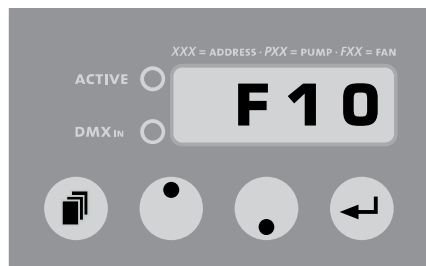

Abb. 2: Display-Anzeige bei Einstellen des Lüfter (Fan)-Wertes
- c) Betätigen Sie nun erneut die Mode-Taste [14], bis auf dem Display [17] ein F (Fan) und zwei Zahlen erscheinen (siehe Abb. 2).
- a) Drücken Sie die Mode-Taste [14] auf dem Bedienfeld, bis auf dem Leuchtzifferndisplay [17] ein F (Fan) und zwei Zahlen erscheinen (siehe Abb. 2).